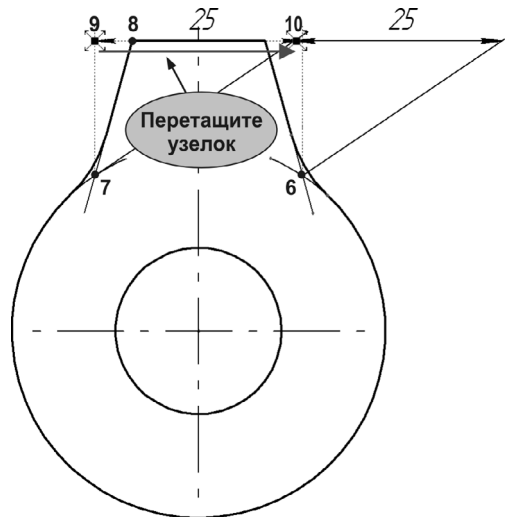

Рис. 37.8. Указание точек привязки размера
10. С помощью привязки **Пересечение** укажите точки 6 и 7 привязки размера (рис. 37.8).